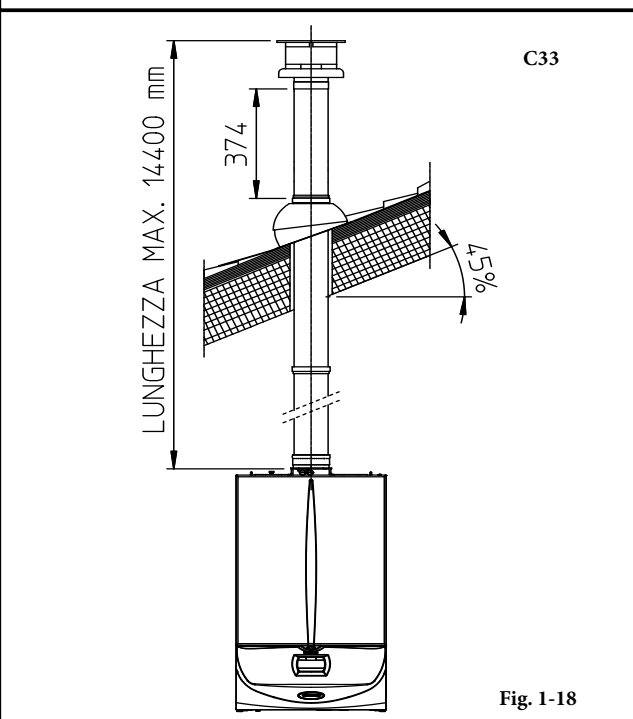

Fig. 1-18
N.B.: O kit vertical Ø 60/100 com telha em alumínio permite a instalação em terraços e em telhados com inclinação máxima de 45% (24°); a altura entre a tampa terminal e a protecção (374 mm) deverá ser rigorosamente respeitada (Fig. 1-18).